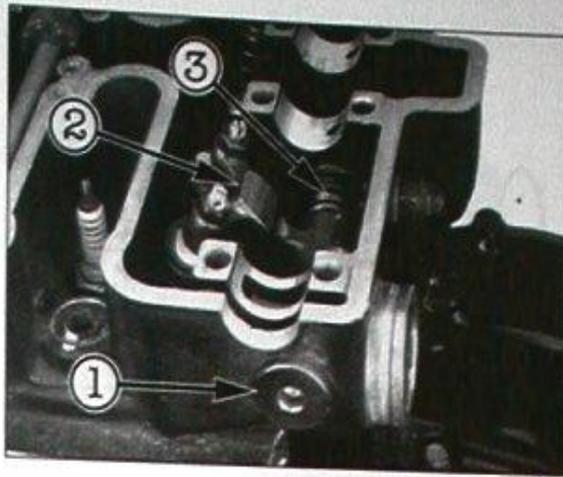

Bild 161
- Kipphebelwellen ① Bild 161 herausdrehen, Kipphebel ② und Federn ③ entnehmen.